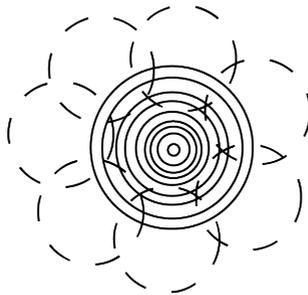

Bild 4
- Korrekt nedsänkingsavstånd säkerställer att komprimeringszonerna överlappar varandra perfekt och att inga okomprimerade områden återstår. (Bild 4)